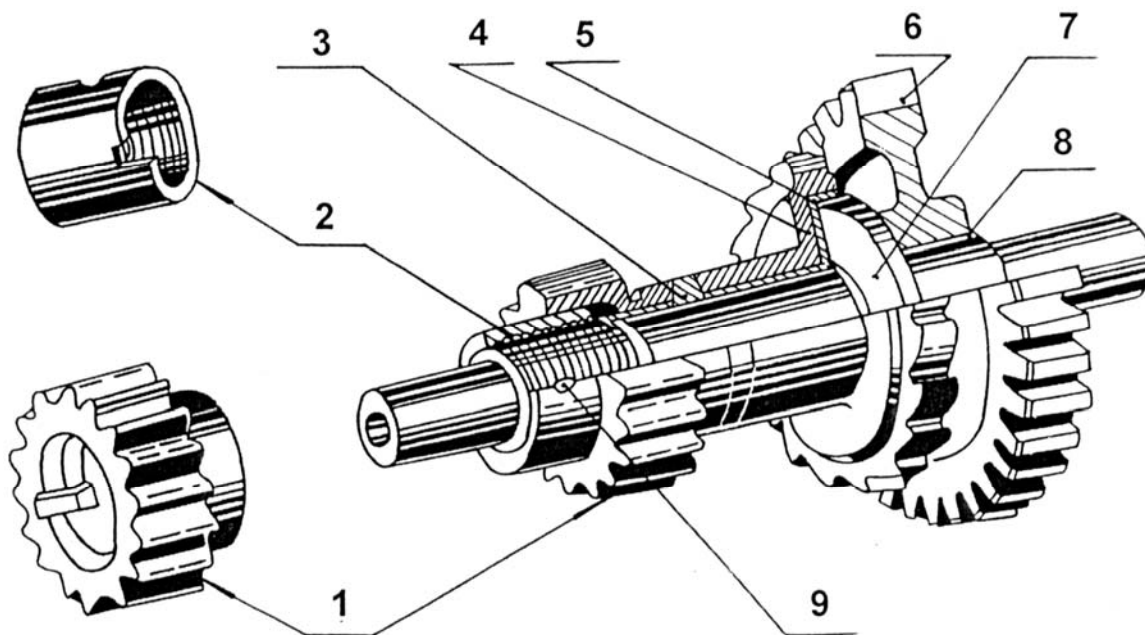

Рис. 10 – Фрикционный тормоз лебедки
- фрикционного тормоза (см. рис. 10), в который входят: шестерня 6, бронзовое кольцо 5, храповое колесо 4, корпусная втулка 3, шестерня 1, специальная гайка 2 и ось тормоза 7. Шестерня 1 на торце со стороны специальной гайки 2 имеет винтовую впадину, а специальная гайка 2 на торце со стороны шестерни 1 имеет соответствующий винтовой выступ, шестерня 6 закреплена на оси тормоза 7 при помощи шпонки 8. Бронзовое кольцо 5, храповое колесо 4, корпусная втулка 3 и шестерня 1 свободно посажены на ось 7. Специальная гайка 2 закреплена на оси 7 при помощи штифта 9 так, что зазор между винтовым выступом на ее торце и винтовой впадиной на торце шестерни 1 находится в пределах 0,2...0,4 мм;